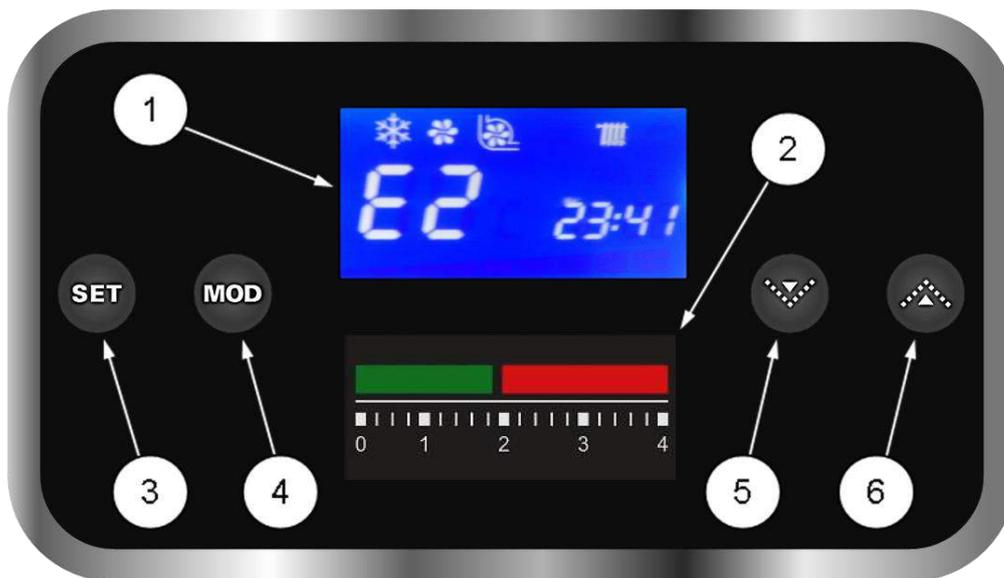

Рис. 6 Панель управления котлом
- Проверьте по манометру (см. рис. 6) на панели управления электрочотлом давление теплоносителя в электрочотле и СО. Давление должно быть в пределах от 0,13 до 0,15 МПа.